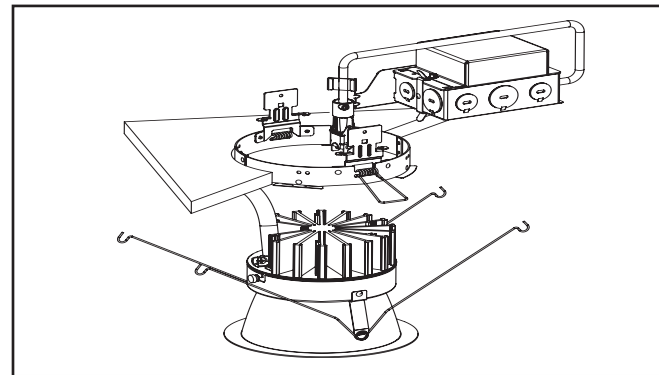

Figure 10.
- Installez le moteur lumineux à DEL et l'assemblage de la garniture en insérant les ressorts de torsion dans les récepteurs en spirale qui se trouvent à l'intérieur du boîtier (Figure 10.).